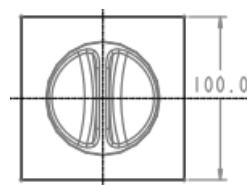

图 11.4 截面草图
(1) 选择命令。单击 **模具** 功能选项卡 **形状** 区域中的 **拉伸** 按钮。
(2) 创建实体拉伸特征。
① 选取拉伸类型。在出现的操控板中，确认“实体”类型按钮 被按下。
② 定义草绘截面放置属性。在绘图区中右击，从系统弹出的快捷菜单中选择 **定义内部草绘...** 命令。选择 MAIN_PARTING_PLN 基准平面作为草绘平面，草绘平面的参考平面为 MOLD_RIGHT 基准平面，方位为 **右**，单击 **草绘** 按钮，至此系统进入截面草绘环境。
③ 绘制截面草图。进入截面草绘环境后，选取 MOLD_RIGHT 基准平面和 MOLD_FRONT 基准平面为草绘参考，截面草图如图 11.4 所示；完成特征截面的绘制后，单击“草绘”操控板中的“确定”按钮 。